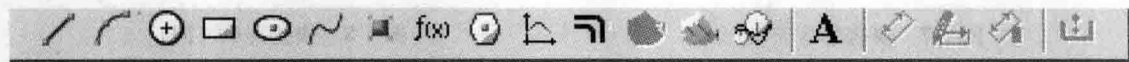

图 1-15 “曲线工具”工具条
(4) 曲线工具 “曲线工具”工具条如图 1-15 所示,它包含了“直线”、“圆弧”和“公式曲线”等曲线绘制工具。